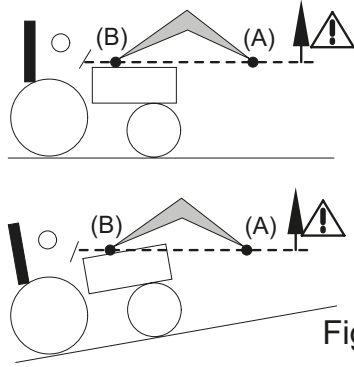
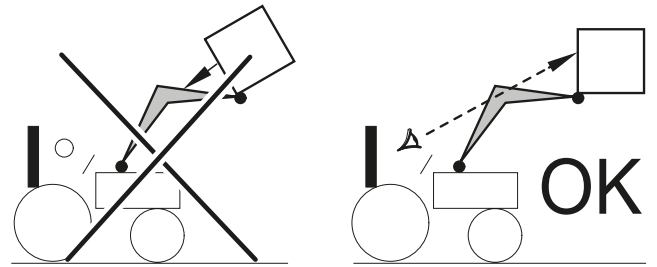

Fig. 2
Fig. 3
- Durante la operación de elevación y durante el desplazamiento, no aparte la vista de la carga a partir del momento en que el punto de pivote del implemento (A) sobrepase la horizontal del punto de pivote de la pala cargadora (B) [consulte la fig. 2]. Si es necesario, corrija la posición del implemento para que la carga no se dirija nunca hacia el conductor [consulte la fig. 3].
PELIGRO: Si la carga no está bien asegurada, el operario corre el peligro de que la carga se caiga cuando el punto de pivote del implemento (A) sobrepase la horizontal del punto de pivote de la pala cargadora (B) [consulte la fig. 2].
PELIGRO: Queda prohibido hundir la pala cargadora cuando el punto de pivote del implemento (A) sobrepase la horizontal del punto de pivote de la pala cargadora (B) [consulte la fig. 2].